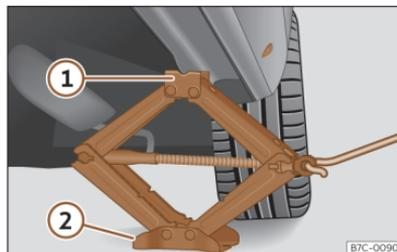

Abb. 228 Längsholm: Wagenheber ansetzen.
- Drehen Sie die Kurbel des unter dem Aufnahmepunkt des Längsträgers befindlichen Wagenhebers, bis sich die Nase  >>> (Abb. 228) unter der vorgesehenen Einführung befindet.